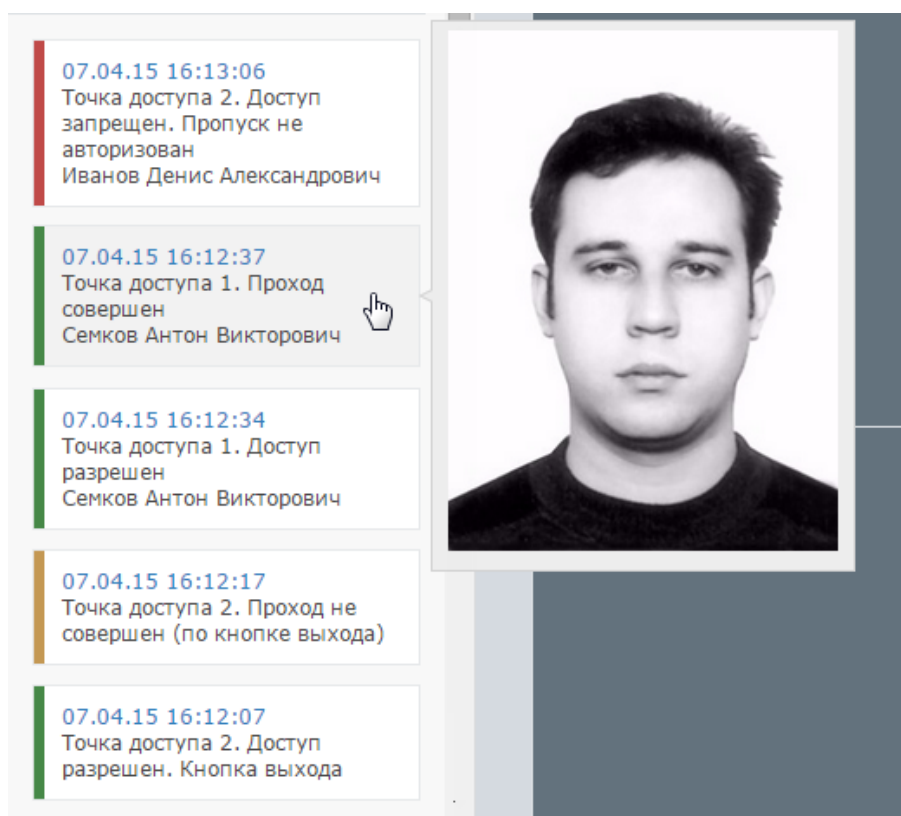

Рисунок 9.69 — Лента событий приложения «Фотоидентификация»
- Слева расположена область ленты событий системы доступа (рисунок 9.69);